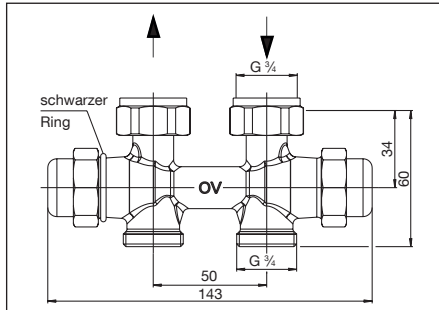
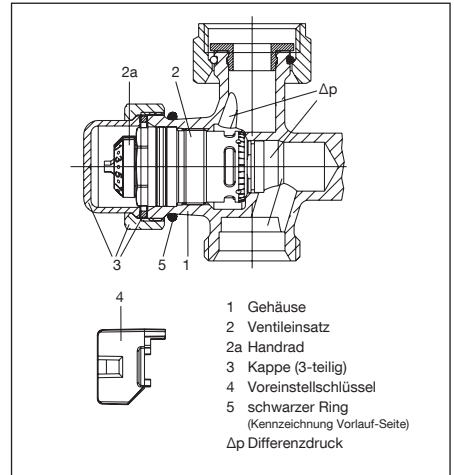
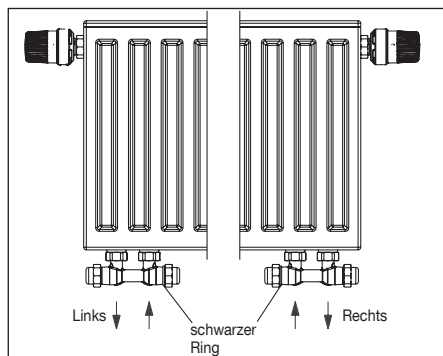

Abb. 3 Durchgang
Abb. 5 Aufbau Durchflussregler
Abb. 6 Zuordnung der Ausführung links / rechts
Der maximale Volumenstrom kann durch Voreinstellung mit dem Voreinstellschlüssel (Pos. 4, Abb. 5) eingestellt werden (siehe Punkt 6.2.1).
Mit angeschlossenem Messgerät wird der anstehende Differenzdruck am Ventilgehäuse gemessen. Hierzu muss zunächst die Kappe (Pos. 3, Abb. 5) abgeschraubt werden, dann der Ventileinsatz (Pos. 2, Abb. 5) mittels „Demo-Bloc“ herausgeschraubt und anschließend der Differenzdruck mit der Differenzdruckmessspindel gemessen werden. Sobald der gemessene Differenzdruck gleich oder größer als der Differenzdruck Δp min. (siehe 4.1) ist, steht ausreichend Differenzdruck für die automatische Durchflussregelung der Armatur zur Verfügung.
Die Verschraubung „Multiflex FQ“ muss in der vorgegebenen Durchflussrichtung durchströmt werden (siehe Abb. 3, 4 und 6). Die Position des Vor- und Rücklaufanschlusses ist unbedingt einzuhalten. Der Vorlauf muss an der Armaturenseite des Durchflussreglers, gekennzeichnet durch einen schwarzen Ring (Pos. 5, Abb. 5), angeschlossen werden. Bei der Eckform sind die Ausführungen links bzw. rechts erhältlich (Zuordnung s. Abb. 6).
2. Ventileinsatz „QA“ (Pos. 2, Abb. 5) und Absperein-satz „Combi LR“ auf der Gegenseite mit Schlüssel SW 19 aus dem Gehäuse herausschrauben.
4. Den schwarzen Ring (Pos. 5, Abb. 5) zur Kenn-zeichnung des Vorlaufanschlusses demontieren und auf der Gegenseite („QA“-Ventileinsatz) an-bringen.
Bei der Montage der Rohrleitungen auf parallele und spannungsfreie Zuführung achten. Die Position des Vor- und Rücklaufanschlusses ist unbedingt einzuhal-ten, da die Verschraubung in der vorgegebenen Durch-flussrichtung durchströmt werden muss. Die Seite der Armatur, an die die Vorlaufleitung angeschlossen wer-den muss ist durch einen schwarzen Ring gekenn-zeichnet (Pos. 5, Abb. 5).
Zunächst die Kappe der Vorlaufseite (Kennzeichnung schwarzer Ring, Pos. 5, Abb. 5) entfernen.
Die Voreinstellung entsprechend dem gewünschten Wert mit dem Voreinstellschlüssel (Pos. 4, Abb. 5) einstellen. Die Einstellung kann nur mit dem beiliegenden Voreinstellschlüssel durch Aufsetzen auf das Handrad (Pos. 2a, Abb. 5) erfolgen. Dies schützt vor einer Manipulation durch Unbefugte.
1. Kappe der Vorlaufseite (Kennzeichnung schwarzer Ring, Pos. 5, Abb. 5) entfernen.
Der Ventileinsatz (Pos. 2, Abb. 5) ist ohne Entleeren der Anlage mittels „Demo-Bloc“ aus dem Gehäuse (Pos.1, Abb. 5) zu schrauben.